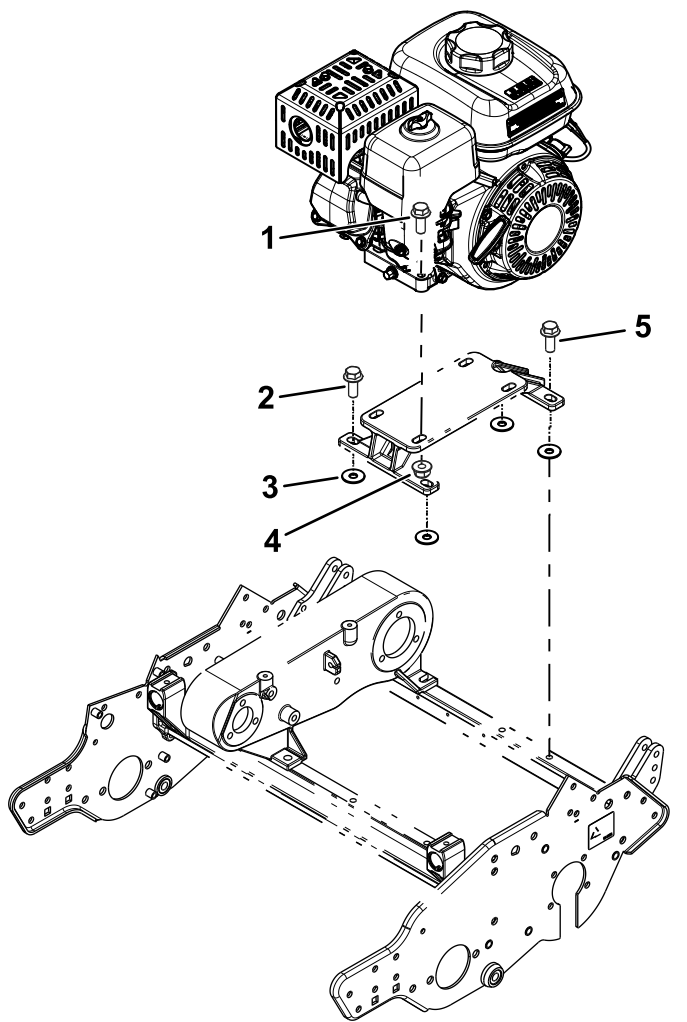
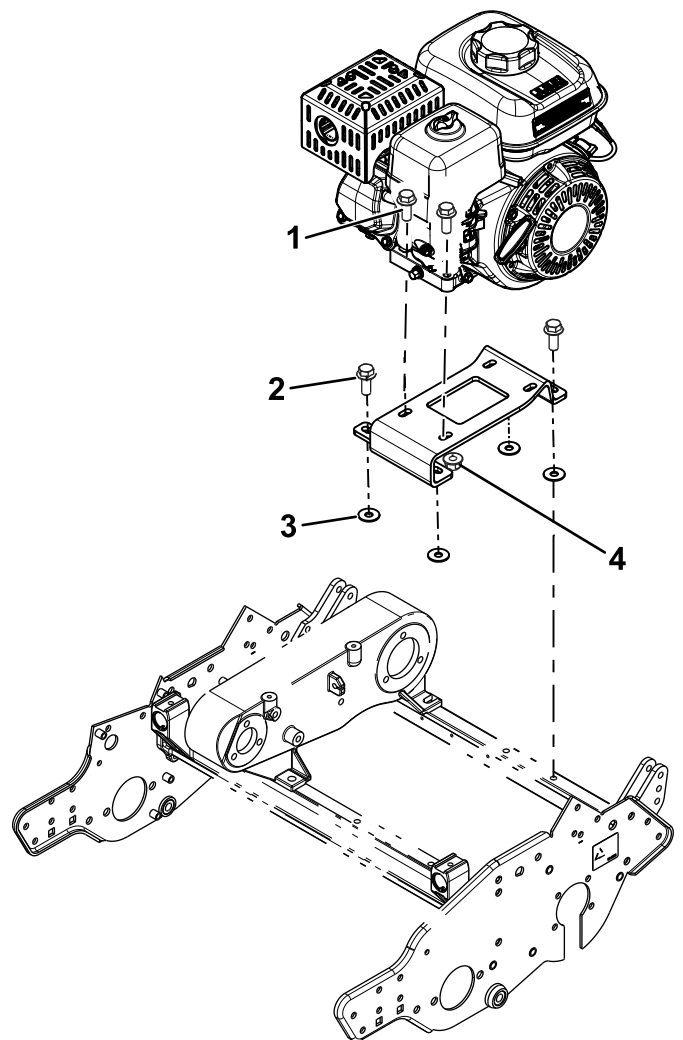

Bild 4
Bild 5
- Für die Modelljahre 2012 bis 2014: Montieren Sie die zuvor entfernte Motorbefestigungshalterung mit den zuvor entfernten Schrauben und vier Unterlegscheiben (3/8" x 1-1/8") an der Maschine, wie in Bild 4 dargestellt.
Setzen Sie die hintere linke Motorschraube ein und ziehen Sie diese nur handfest an (in Bild 4 dargestellt).
4. Für das Modelljahr 2008 bis 2011: Bringen Sie die mit diesem Umrüstsatz mitgelieferte Motorbefestigungshalterung mit den zuvor entfernten Schrauben und vier Unterlegscheiben ($\frac{3}{8}$ " x 1- $\frac{1}{8}$ ") an der Maschine an, wie in **Bild 5** dargestellt.
Setzen Sie die vordere linke Motorschraube ein und ziehen Sie diese nur handfest an (in **Bild 5** dargestellt).
5. Befestigen Sie den Motor mit den zuvor entfernten Schrauben und Muttern an der Motorbefestigungshalterung (**Bild 4** und **Bild 5**).
15. Für die Modelljahre 2012 bis 2014: Entfernen Sie die hintere linke Schraube vom Motorsockel (Bild 4) und befestigen Sie mit der Schraube die R-Klemme und den Gaszug am Motorsockel.
16. Für die Modelljahre 2008 bis 2011: Entfernen Sie die vordere linke Schraube vom Motorsockel (Bild 5) und befestigen Sie mit der Schraube die R-Klemme und den Gaszug am Motorsockel.
18. Ziehen Sie alle Schrauben an der Motorbefestigung und der Motorbefestigungshalterung an (Bild 4).